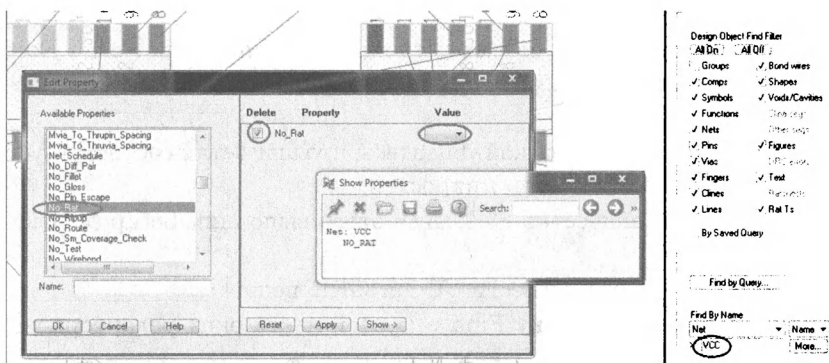

Рис. 21.42. Установка свойства No.Rat для цепей VCC
3. Введите VCC и нажмите кнопку More (рис. 21.42)
4. Выберите свойство NO\_RAT в списке Available Properties. Установленные свойства отображаются в панели на правой части диалогового окна (см. рис. 21.42).